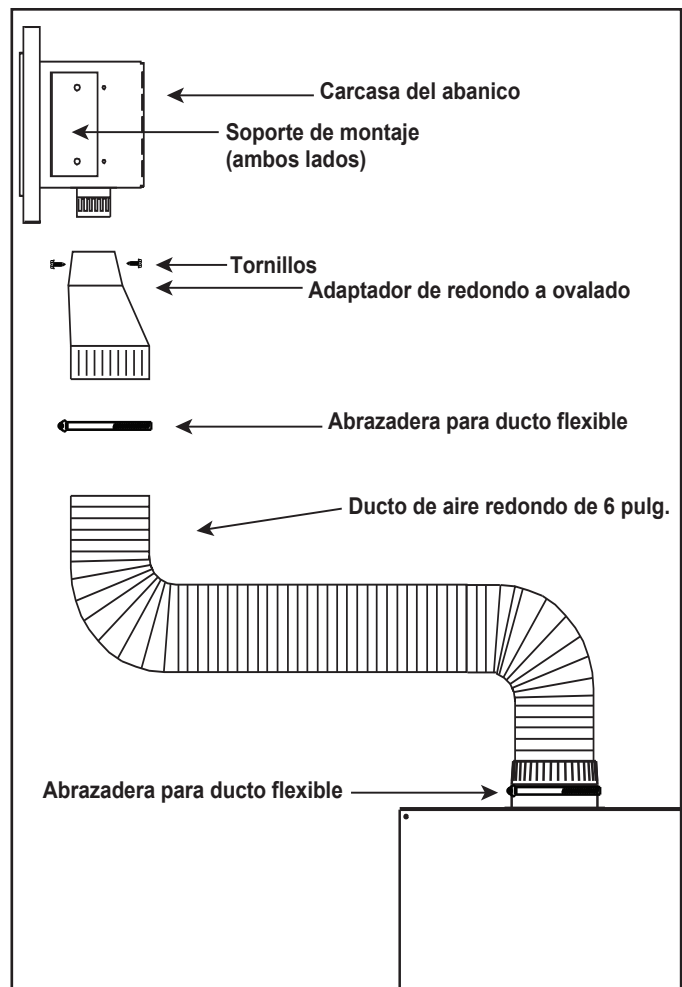

Figura 4.
- Conecte el ducto de aire incluido a los collares del HEAT-ZONE-PRIMO con abrazaderas para ducto flexible. Vea la Figura 4.
- Sujete los dos soportes de montaje a la carcasa del abanico. Vea la Figura 4.
- Conecte el adaptador redondo-ovalado a la carcasa del abanico con dos tornillos. Vea la Figura 4.